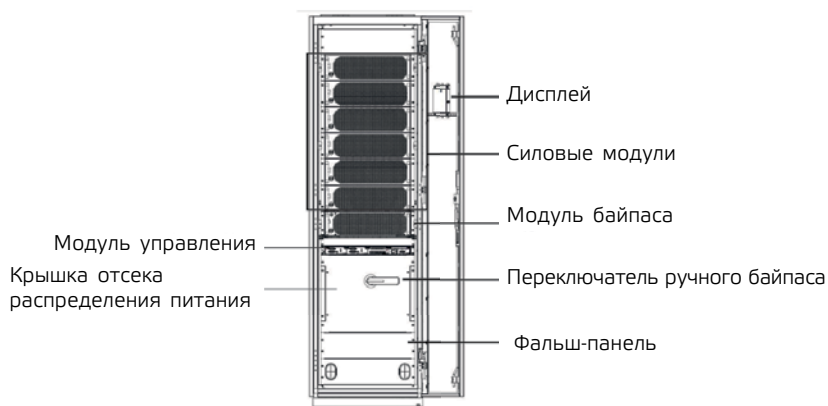

Рис. 1-7 Конструкция 300 кВА (нижний ввод кабеля)
4. Конструкция ИБП мощностью 300 кВА (нижний ввод кабеля) показана на рис. 1-7. Передняя дверца ИБП открыта.